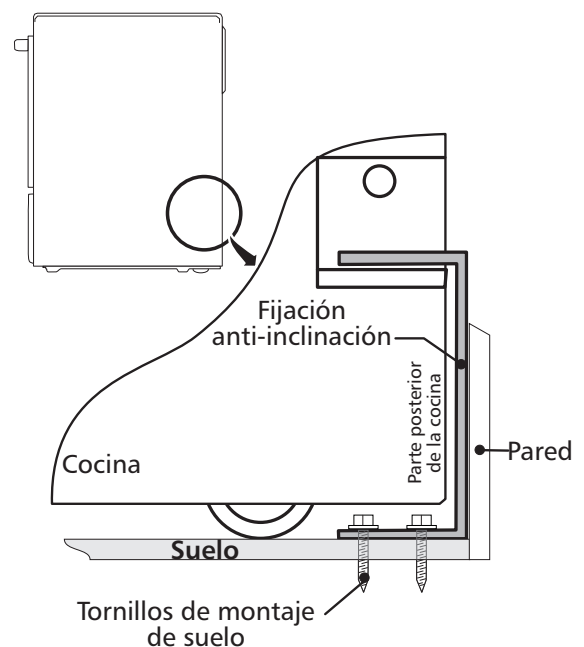

Figura 22
4. Retire el modelo y ubique la abrazadera en el suelo. Alinee los orificios en la abrazadera con las marcas en el suelo y ajuste con los cuatro tornillos provistos. La abrazadera debe quedar fijada al suelo (Figura 22) sólido. Si se fija al suelo concreto, primero haga orificios pilotos de un diámetro de 3/16" (0,48 cm), utilizando una barrena para concreto.